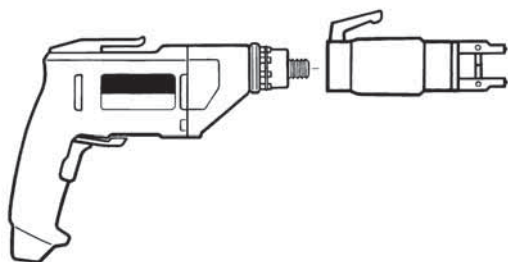

Рис. 3. Шуруповерт для крепления соединительных элементов
- Для правильного монтажа соединительных элементов следует использовать специализированные шуруповерты (рис. 3).